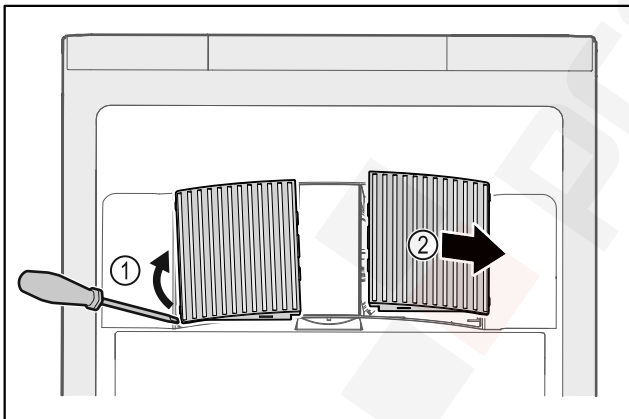

Fig. 47
- ▶ Óvatosan fessegesse le a ventilátor burkolatait oldalról Fig. 47 (1), és emelje le őket előre felé Fig. 47 (2).